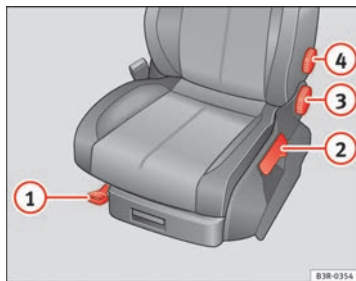

Abb. 104 Bedienelemente am Fahrersitz
- Den Hebel ① ⇒ Abb. 104 hochziehen und den Sitz in die gewünschte Position verschieben.
- Den Hebel ① loslassen und den Sitz weiter schieben, bis die Sitzverriegelung einrastet.
- Den Hebel ② ⇒ Abb. 104 mehrmals nach oben ziehen, bis die gewünschte Position erreicht ist.
- Das Handrad ③ ⇒ Abb. 104 drehen, um die Neigung der Lehne entsprechend einzustellen.
- Die Lehne entlasten und das Handrad ④ ⇒ Abb. 104 drehen, um die Lendenwirbelstütze einzustellen.